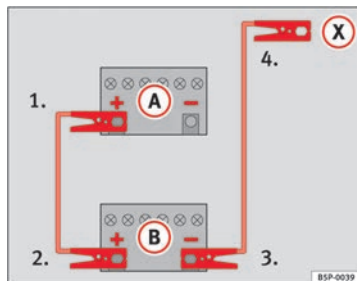

Fig. 226 Esquema de conexión de los cables de emergencia
En la ⇒ fig. 226 (A) representa a la batería sin carga y (B) a la batería con carga.
- 1. Emborne un extremo del cable de emergencia rojo al polo positivo ⇒ fig. 226 (+) del vehículo con la batería descargada ⇒ ⚠.
- 4. Emborne el otro extremo del cable negro de emergencia (X) a una pieza de metal maciza unida al bloque motor o al mismo